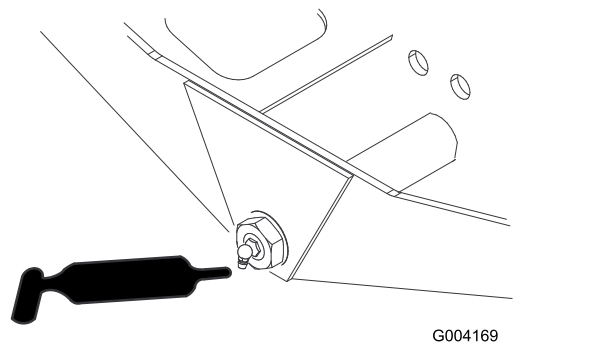

Figura 67
- Articulação do direção do eixo (1 cada) (Figura 67)